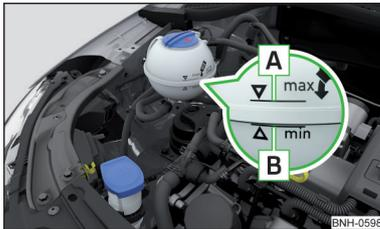

Fig. 155
La denominación del líquido refrigerante se encuentra en el depósito de compensación del líquido refrigerante » fig. 155 de la pág. 155.
- No rellenar el depósito de líquido refrigerante por encima de la marca **A** » fig. 155 de la pág. 155.
**Depósito de compensación del líquido refrigerante** » fig. 155
» Comprobar el nivel de líquido refrigerante en el depósito de compensación del mismo » fig. 155.
Cuando el motor está caliente, el resultado de verificación puede ser inexacto. El nivel también puede estar sobre la marca **A** » fig. 155.